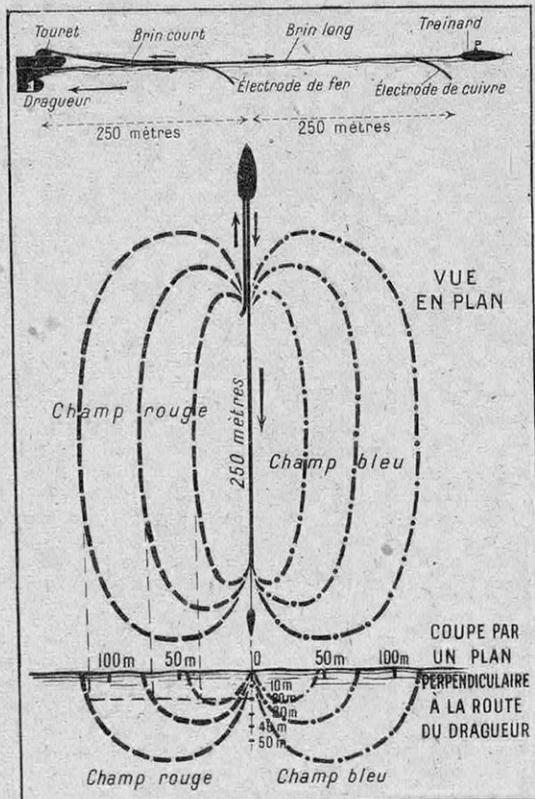

FIG. 7. — LA DRAGUE L DES FORCES ALLIÉES
vertical. Elle est remarquable par sa simplicité qualité indéniable pour une drague (car simplicité signifie rapidité d'exécution des dragages), et par son efficacité supérieure à celle des autres dragues. La forme rectiligne ayant expérimentalement été reconnue la meilleure, elle se présente comme un long serpent, remorqué par le bâtiment dans les eaux duquel elle navigue. Comme on fait passer dans sa partie conductrice plusieurs milliers d'ampères, on peut se permettre de la faire flotter sur l'eau. Sa constitution (conducteur de cuivre noyé dans une masse de caoutchouc) lui assure une souplesse qui la rend très maniable, et sa mise à l'eau est très facile : il suffit de dérouler le touret sur lequel elle est enroulée. En réalité, la drague L se compose de deux bras, l'un court terminé par une électrode en fer que l'on change souvent car elle s'use rapidement, l'autre long terminé par une électrode en cuivre qui ne s'use pratiquement pas (fig. 7) ; le circuit se ferme par la mer entre les deux électrodes. Les deux bras sont « mariés » dans leur partie commune de façon à éviter la création d'un champ magnétique à proximité du dragueur (courants d'intensité égales et de sens différents). Le câble long, sur la longueur où il n'est pas doublé par le câble court, crée autour de lui un champ dont les lignes de forces sont des cercles axés sur le câble, et dont la distribution des composantes verticales, rouges d'un côté, bleues de l'autre (1), est indiquée par la figure 7.
Enfin, mentionnons qu'on se sert des dragues L modifiées pour draguer des mines britanniques sur les côtes de France. Mais la distribution des champs horizontaux auxquels sont sensibles les mines britanniques est différente de celle des champs verticaux qui a été indiquée sur la figure 7, le champ magnétique horizontal ayant sa valeur maximum juste sous la drague. On se livre d'ailleurs à un dragage standard qui est dirigé à la fois contre les mines anglaises et allemandes (voir les formations ci-dessous).